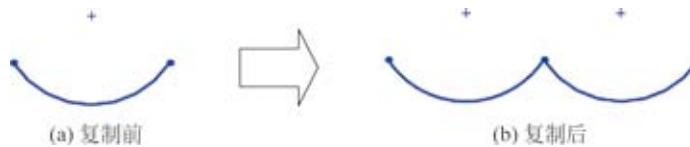

图 3.32 图元复制
下面以图 3.32 为例，介绍图元复制的一般操作过程。
- 步骤 3 定义要复制的草图图元。在系统 选择草图项目或注解 的提示下，在图形区选取圆弧为要复制的草图图元，如图 3.32 (a) 所示。
- 步骤 4 定义复制方式。在“复制”对话框的 参数(P) 区域中选中 从到(F) 单选按钮。
- 步骤 7 结束操作。单击“复制”对话框中的 确定 按钮，完成复制操作，效果如图 3.32 (b) 所示。